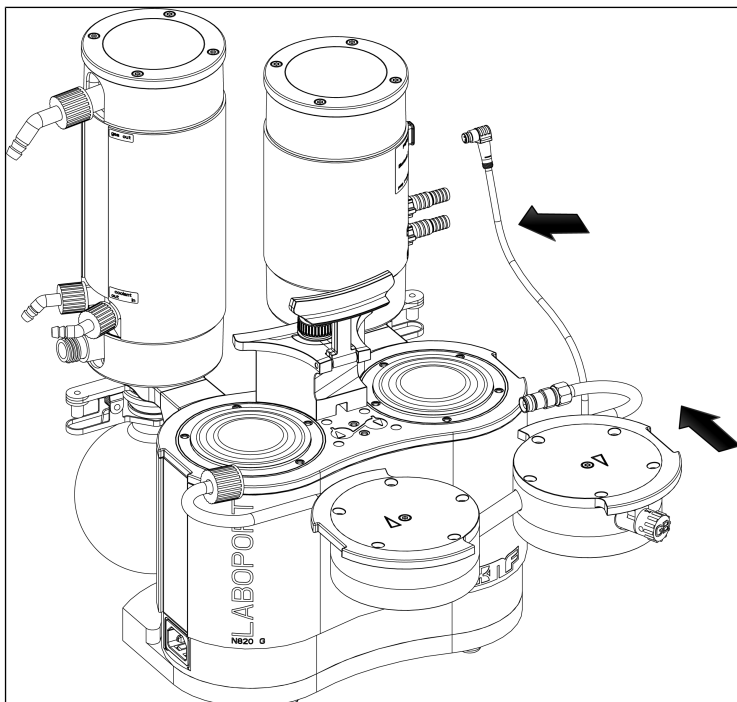

Fig.29: Montaje del cabezal de la bomba
7. Insertar ambos cabezales de la bomba (compuestos por tapa del cabezal [**3**], placa intermedia [**6**] con placas de válvula/juntas [**4**] y placa de presión [**2**]) junto con el tubo de conexión en la carcasa de la bomba siguiendo la marca hecha con lápiz (ver Fig. 29).